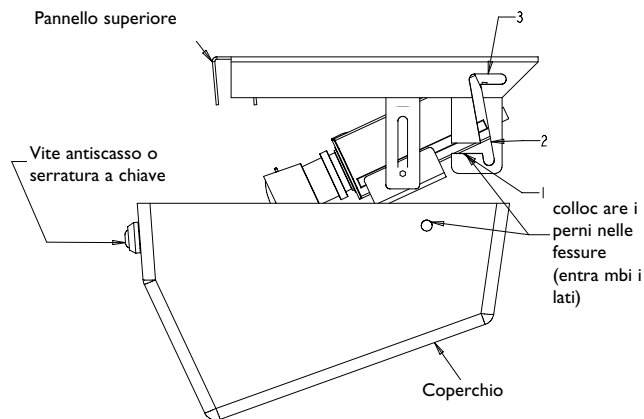

Figura 11: Installazione del coperchio
1. Montare il coperchio allineando i due perni in prossimità del retro del coperchio con le aperture delle fessure a forma di z del pannello superiore. Far scorrere il coperchio verso il retro dell'unità, poi verso l'alto ed infine nuovamente verso il retro. Stringere la vite antiscasso o chiudere la serratura. Vedi figura 11.